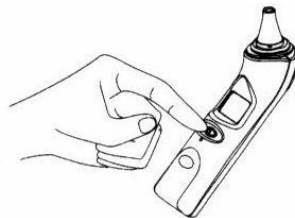

Abbildung 6.20
5. Schieben Sie die Taste “Leistung /Erinnerung” (siehe Abbildung 6.20).